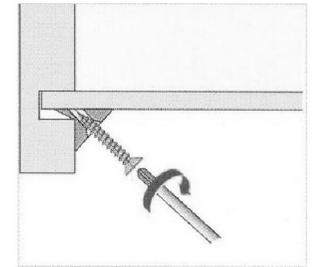

Рис.7
7. Установите соединители задней стенки (Рис. 7).